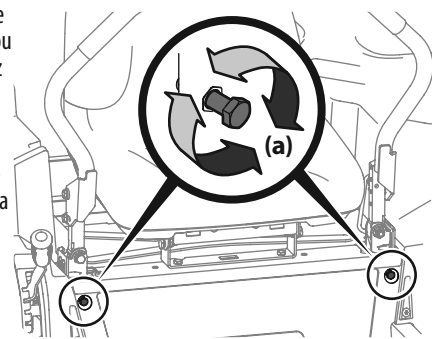

Figure 44
2. Repérez les boulons de réglage (a) des barres de conduite à l'avant du châssis du siège. Voir Figure 44.